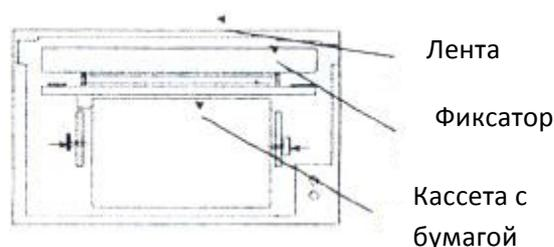

Рисунок 2
- В. Вытащите старую кассету с лентой из головки принтера (см. Рисунок 2), аккуратно нажмите на левую сторону кассеты с лентой, её правая сторона подпрыгнет, в этот момент поднимите левую сторону кассеты вверх и вытащите кассету.